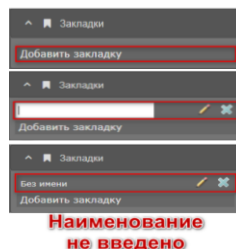

Рис. 166 – Создание закладки
7. Виджет **Закладки**. Виджет позволяет сохранить экстенд необходимой области карты. Для добавления закладки нужно переместиться к необходимой области карты в нужном экстенте. Нажать на кнопку «Добавить закладку» (рисунок 166). Далее ввести наименование закладки. Если наименование не было введено, закладка по умолчанию будет названа «Без имени». Для перехода к новой области карты нужно после ввода наименования закладки: нажать на клавишу Enter и перетянуть карту к следующей области. Наименование закладки можно редактировать. Для этого нужно нажать на пиктограмму «Редактировать». Для удаления закладки нужно нажать на пиктограмму «Удалить»